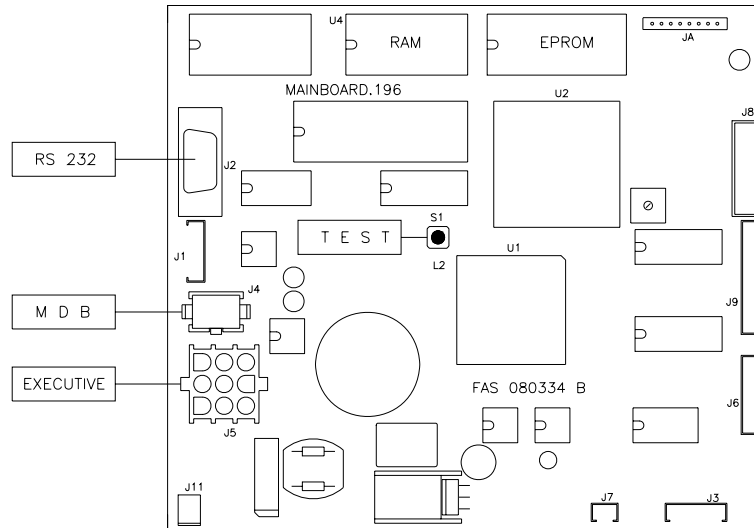

FIG. 3
- Si sur le display paraîtra le message "MEMORY CLEARED" appuyer sur le bouton placé sur la carte principale à l'intérieur du box monnayeur (voir FIG. 3) pour mettre la mémoire à l'état initial. Sur le display paraîtra le message "PORTE OUVERTE MACHINE EN ENTRETIEN". Le distributeur automatique procédera automatiquement à l'exécution d'un autotest. Si aucune erreur n'a été relevée, la colonne se placera en position de départ et le distributeur sera prêt pour la mise en fonction.
Au branchement électrique du distributeur, sur le display s'inscrit "INIT" suivi par "MEMORY CLEARED", ce qui indique que la mémoire est vide de toutes informations ou que celles-ci ne peuvent pas être accessibles. La même indication est affichée quand on se sert de la commande "EFFACEMENT DE MEMOIRE" ou d'un défaut de la dite mémoire. En appuyant sur le bouton poussoir FIG. 3 situé sur la platine principale, à l'intérieur du logement monnayeur, la mémoire reviendra automatiquement aux valeurs prédéfinies décrites dans le paragraphe "Instructions". De ce fait, le distributeur procédera automatiquement à une série de tests, puis si tout est correct, il entrera en service.
Il est possible de faire un test des fonctions du distributeur. Pour cela il faut brancher ledit distributeur à une prise de courant et appuyer sur le bouton test FIG. 3 situé sur la platine principale. Le distributeur entrera en mode de vente libre. Sur le display s'affichera le message suivant: "VENTE LIBRE" si tout est OK, autrement sur le display s'affichera: hors service. Pour rétablir la sélection il est suffisant d'appuyer de nouveau sur le poussoir correspondant. Si le problème persiste, sur le display s'affichera le message indiquant le type d'anomalie.. A ce point-là il est possible de tester le cycle de vente de la machine pour chaque sélection tandis que sur le display s'afficheront les messages correspondants aux anomalies éventuelles qui se vérifient pendant le test. Pour rentrer en mode de fonctionnement normal il suffit d'appuyer de nouveau sur le bouton FIG. 3 situé sur la platine principale.